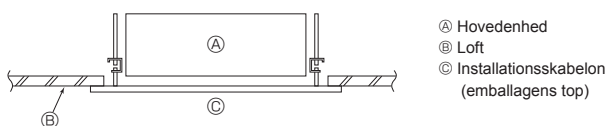

Fig. 3-8
3.7. Kontrol af hovedenhedens placering og spænding af suspensionsboltene (Fig. 3-8)